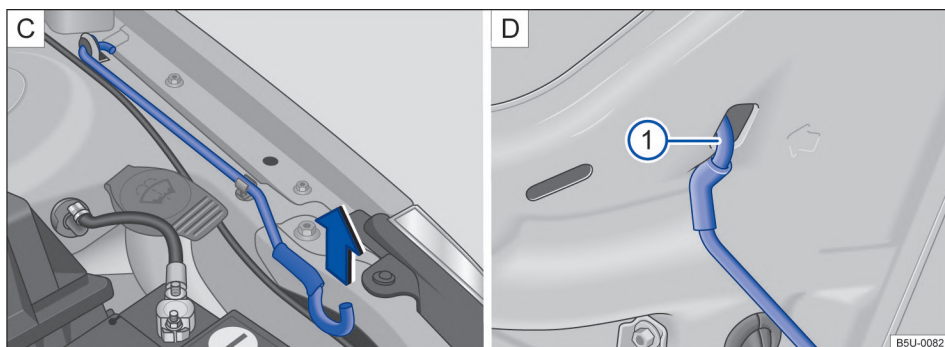

Fig. 186 C) Varilla de sujeción de la tapa del compartimento del motor. D) Tapa del compartimento del motor apoyada en la varilla de sujeción.
- Retirar la varilla de sujeción del soporte en el sentido de la flecha → fig. 186 C) y colocarla en la abertura de la tapa del compartimento del motor → fig. 186 ① D).
- Retirar la varilla de sujeción del orificio → fig. 186 ① D) y encajarla en el soporte del cierre → fig. 186 C).